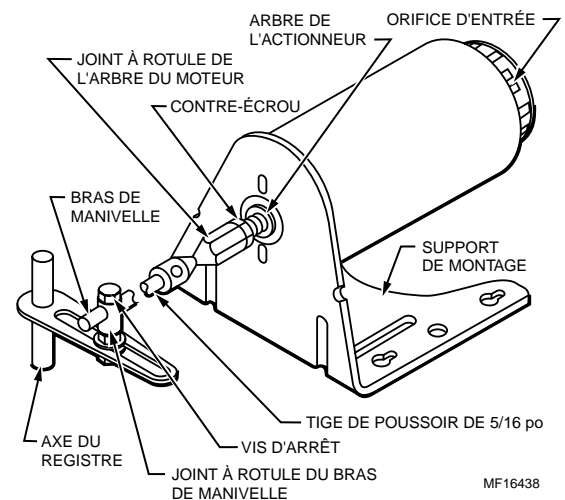

Fig. 3. Accouplement de type joint à rotule.
6. Visser le contre-écrou et le joint à rotule de l'arbre du moteur sur l'arbre de l'actionneur (Fig. 3).